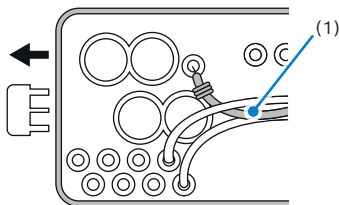

Imagen 2
9. Instale el cable negro/blanco en el conector macho XE1 del mazo de cables (Imagen 2)